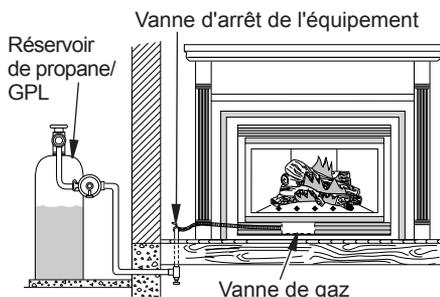
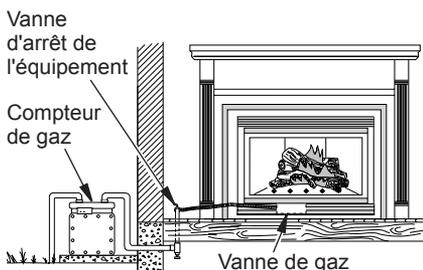

Figure 35 - Vérification des raccords de gaz du foyer au propane/GPL
Figure 36 - Vérification des raccords de gaz du foyer au gaz naturel
3. Vérifiez tous les raccords entre le réservoir de propane/GPL ou le compteur de gaz et la vanne d'arrêt de l'équipement (voir figure 35 ou figure 36, page 26). Appliquez un liquide de détection de fuite non-corrosif à tous les raccords. La présence de bulles indique une fuite. Réparez toutes les fuites immédiatement.
4. Vérifiez tous les raccords entre la vanne d'arrêt de l'équipement et la vanne d'approvisionnement (voir figure 35 ou figure 36). Appliquez un liquide de détection de fuite non-corrosif à tous les raccords. La présence de bulles indique une fuite. Réparez toutes les fuites immédiatement.